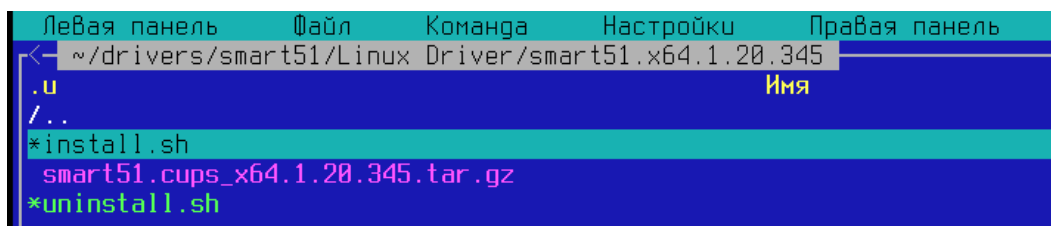

Рисунок 1 — Выбор драйвера принтера
2) Найти необходимый драйвер для установки с помощью диспетчера файлов (Рисунок 1);